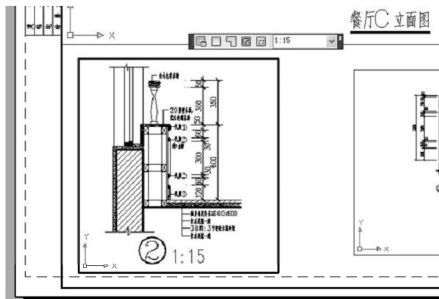

图 5.127 调整视图并设置出图比例
⑤ 将左下角视口设为当前视口，并用【窗口放大】命令调整至只显示“台度详图”的状态，如图 5.127 所示。最后在【视口】工具栏右侧的下拉列表中设置该图的出图比例为 1:15。